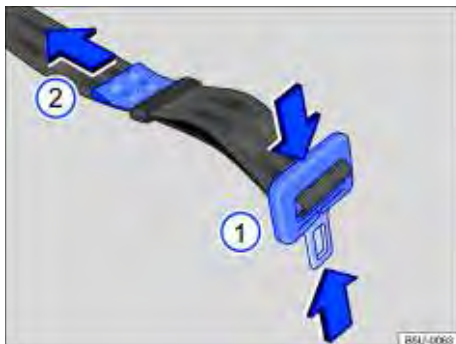

Fig. 55 Ajustar o cadarço do cinto de segurança subabdominal.
- Pressionar a lingueta na direção das setas ⇒ Fig. 55  e alongar totalmente o cinto de segurança.